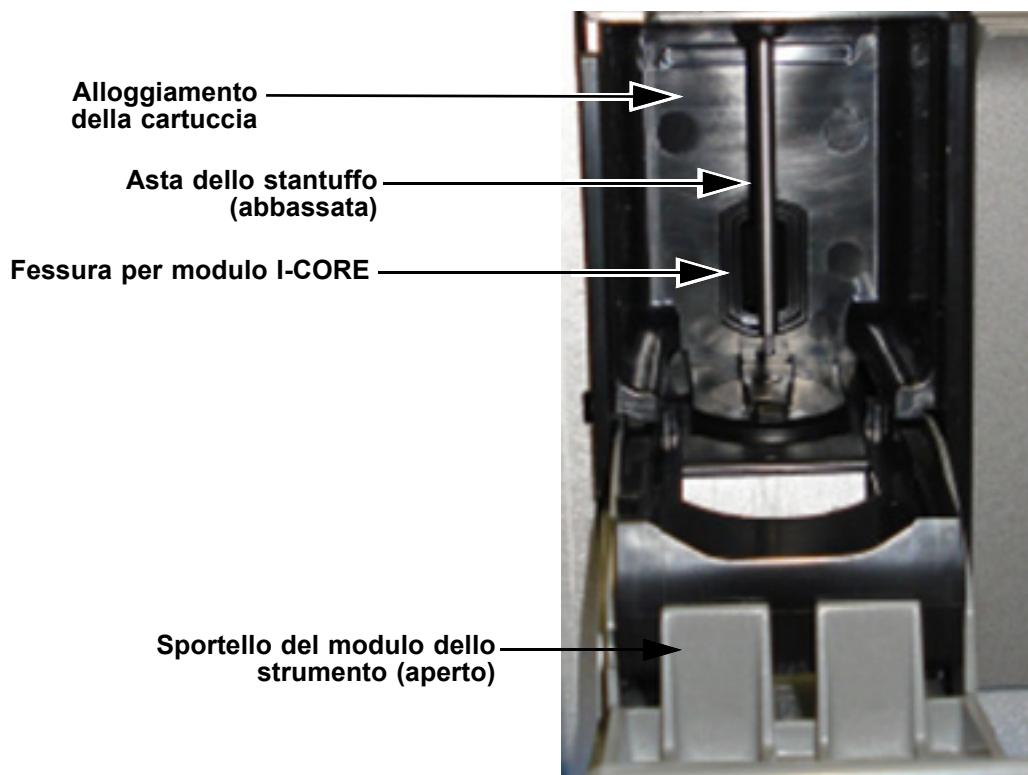

Figura 9-5. Asta dello stantuffo abbassata nell'alloggiamento della cartuccia
6. Nella finestra di dialogo Manutenzione asta stantuffo, il nome del pulsante **Pulisci** cambia in **Sposta in alto** (se viene selezionato il pulsante **Pulisci tutto**, tale pulsante cambia in **Sposta in alto tutti**). Nello strumento, l'asta dello stantuffo nei moduli selezionati (o in tutti i moduli se è stato selezionato il pulsante **Pulisci tutto**) si abbassa nell'alloggiamento della cartuccia. Vedere la Figura 9-5.
La penetrazione di liquido all'interno del modulo I-CORE può danneggiare il modulo. Non toccare la fessura del modulo I-CORE in cui è inserita la provetta di reazione della cartuccia (vedere la Figura 9-5).